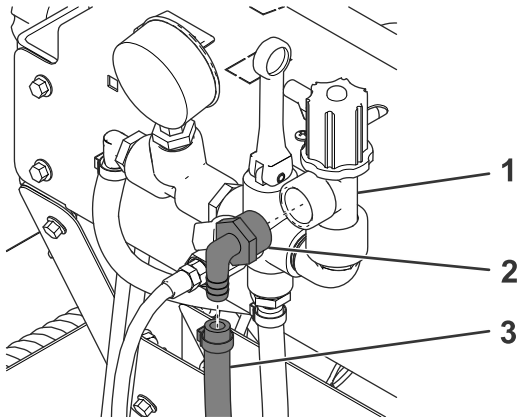

Bild 3
1. Entfernen Sie den Hauptschlauch vom Tank am 90° Schlauch-Anschlussstück (Bild 3).
2. Trennen Sie die 90°-Schlauch-Anschlussstück vom Sprühregler und entsorgen Sie dieses (Bild 3).